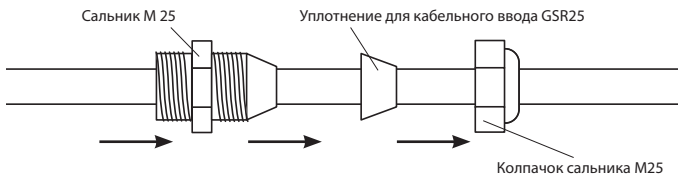

Рис. 1
5.1.1. Надеть на нагревательную ленту последовательно колпачок сальника M25 (в состав комплекта не входит), уплотнение для кабельного ввода GSR 25 и сальник M25 (в состав комплекта не входит) (см. рис. 1).